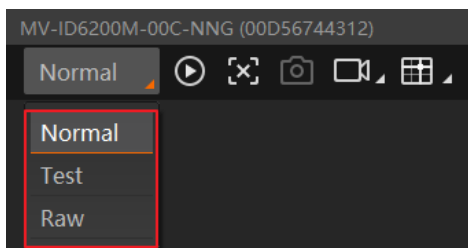

图2-13 运行模式设置
- 通过“预览窗口”区域左上角下拉选择设备的运行模式，运行模式分为 Test、Normal 以及 Raw 共 3 种，如图 2-13 所示。